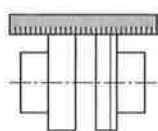

fig.12: Verifica dell'allineamento radiale con una riga
- In alternativa è possibile eseguire il controllo dell'allineamento radiale dei giunti anche con una riga (vedi fig. 12).